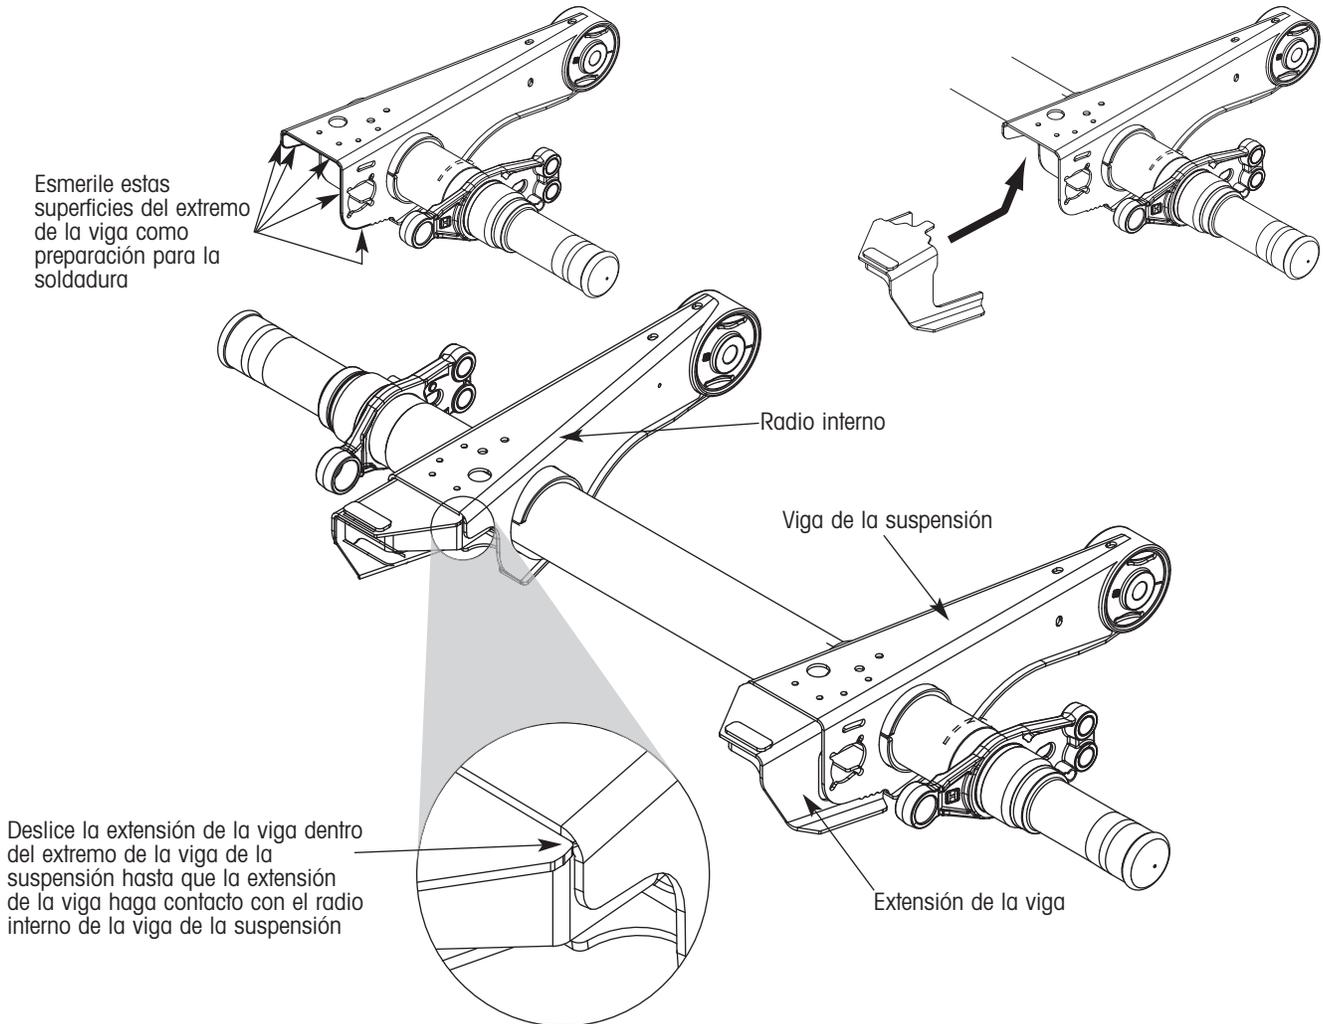

Figura 6. Preparación de las vigas de la suspensión HKANT 40K (HKA180) y HKANT 46K para la soldadura e instalación de las extensiones de la viga
1. Prepare el extremo de cada viga de la suspensión trasera para soldar. Utilizando un esmerilador, remueva la pintura y todo el material extraño del extremo de cada viga de la suspensión trasera (figura 6).